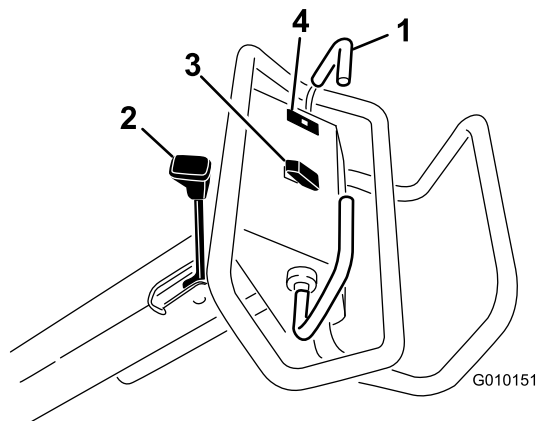

Figure 12
Pour vous déplacer en marche avant, poussez le levier de déplacement en avant. Pour vous déplacer en marche arrière, tirez le levier de déplacement en arrière (Figure 12).
Pour serrer le frein de stationnement, rapprochez le levier du moteur. Pour desserrer le frein de stationnement, déplacez le levier en avant (Figure 12).
Le témoin de pression d'huile (Figure 12) s'allume quand la pression de l'huile moteur descend au-dessous du niveau admissible. Dans ce cas, arrêtez le moteur et recherchez la cause de la baisse de pression. Effectuez les réparations nécessaires avant de remettre le moteur en marche.
**Relevage** – appuyez sur le haut du commutateur (Figure 12) pour relever la tête d'aération et la désengager. Le moteur doit être en marche pour produire la pression de relevage. Si la tête d'aération est en dessous de la hauteur de transport, reportez-vous à la section Réinitialisation du circuit de commande du système.
**Abaissement/engagement** - Appuyez sur le bas du commutateur (Figure 12) pour abaisser et engager la tête d'aération. Le levier de déplacement doit être en position avant pour activer le commutateur.